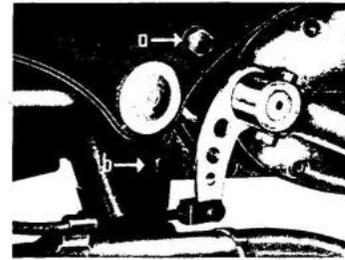

Abb. 17 Hintere Motorbefestigung
- Die beiden hinteren Motorbefestigungsschrauben (siehe Pfeil „a“ und „b“ Abb. 17) Sechskantschraube M  $8 \times 105$  und M  $8 \times 50$  mit Federring, von der rechten Seite aus mit einem Steckschlüssel (SW 14) heraus schrauben.